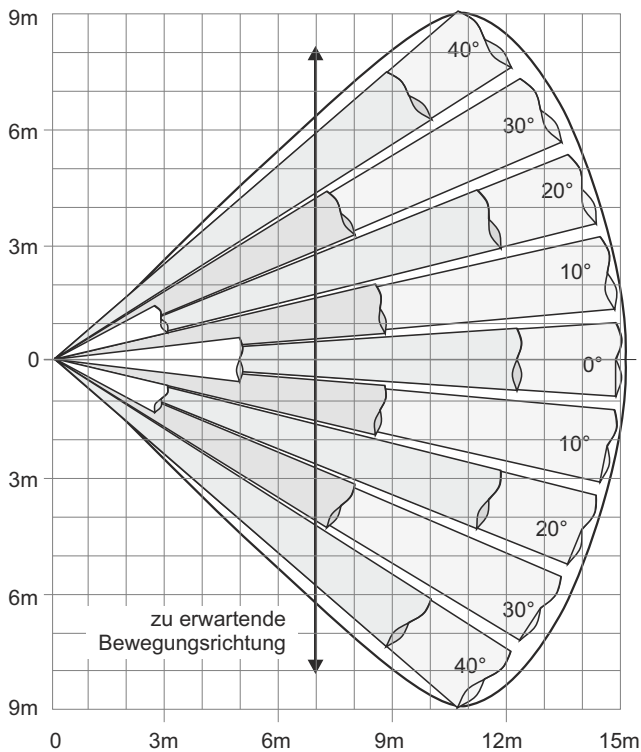

Abb. 2
- \* Die Empfindlichkeit ist quer zu den horizontalen Erfassungszonen des PIR-Sensors am größten. Deshalb ist der Montageort so zu wählen, dass die zu erwartende Bewegungsrichtung **quer** dazu verläuft (siehe Abb. 2).